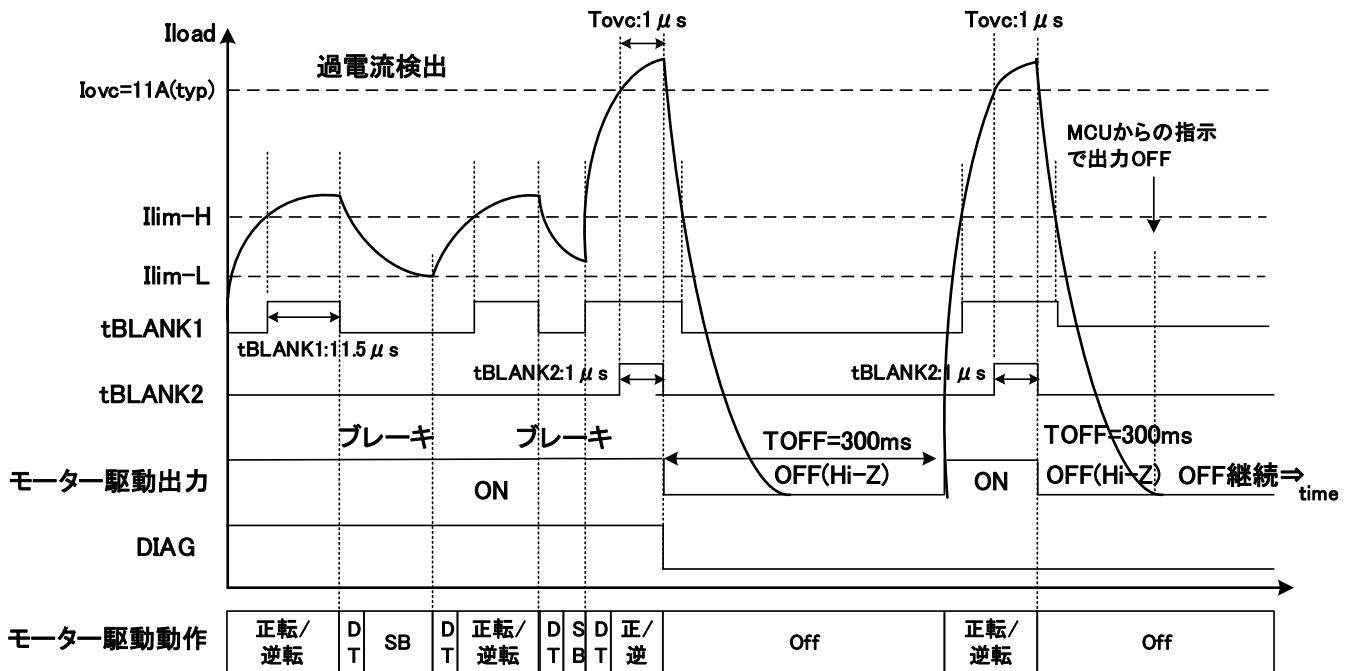

図 7.42 過電流検出動作タイミングチャート 1
7.15.1. SPI 設定: 過電流検出 自動復帰モードの場合(図 7.42、図 7.43 参照)